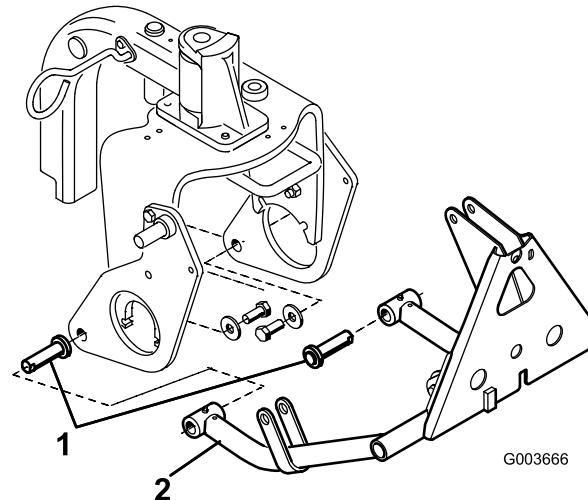

Figure 14
3. Insérez une goupille cylindrique dans chaque tube de bras de poussée, comme montré à la Figure 14.
4. Insérez les tubes des bras de poussée dans les plaques de fixation droite et gauche en alignant les guides des goupilles cylindriques et les trous dans les plaques de fixation (Figure 14).
5. Fixez chaque goupille cylindrique à chaque plaque de fixation avec un boulon ($\frac{5}{8}$ " x $1\frac{1}{2}$ ") et une rondelle (1,68" de diamètre extérieur x 0,65" de diamètre intérieur), comme montré à la Figure 14.